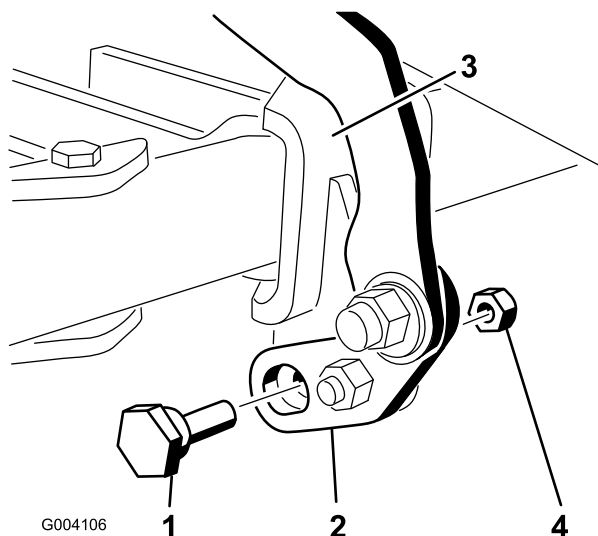
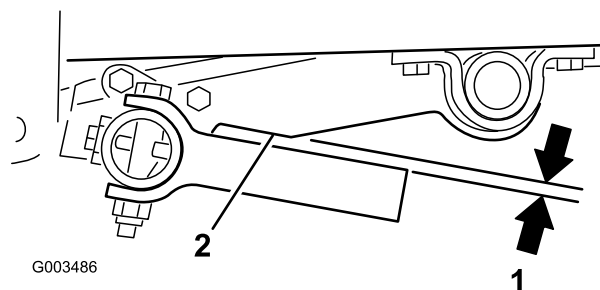

Figura 17
Figura 21
2. Mida la distancia entre el bastidor de la unidad de tracción y el tubo de giro, según se muestra en la Figura 17.
2. Gire el perno excéntrico en cualquier sentido hasta que los dientes de la barra de herramientas estén paralelos a la muesca del brazo de elevación (Figura 17 y Figura 21).